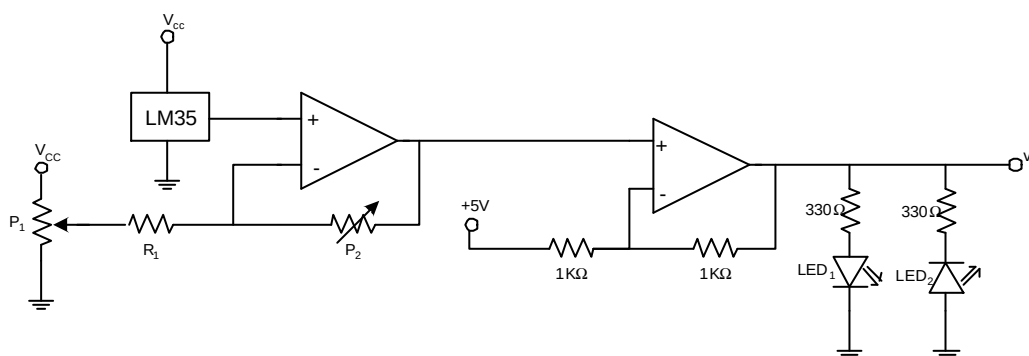

Figura 8
3. Explicar, na Figura 8, a introdução dos potenciómetros P_1 e P_2 . Considerar que o LED₁ é vermelho e que o LED₂ é verde. Dizer em que condições é que eles se encontrarão acesos.